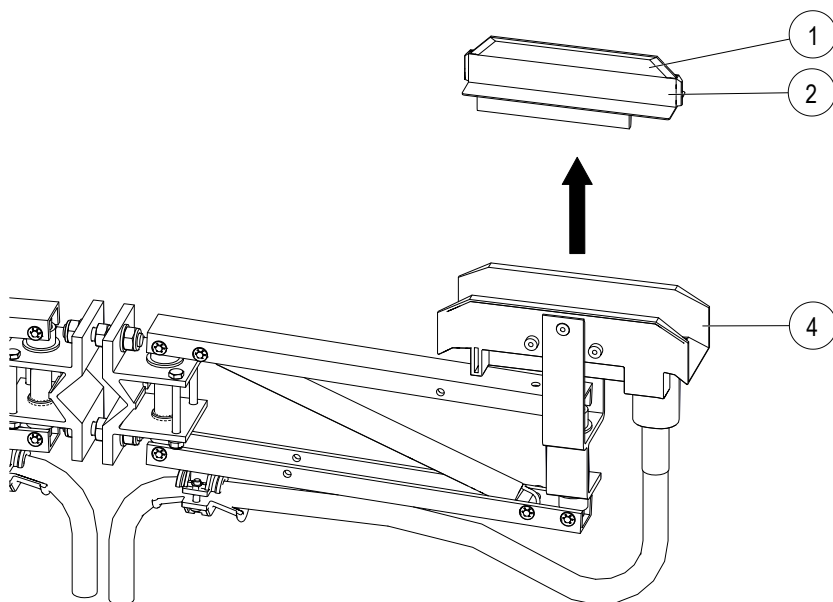
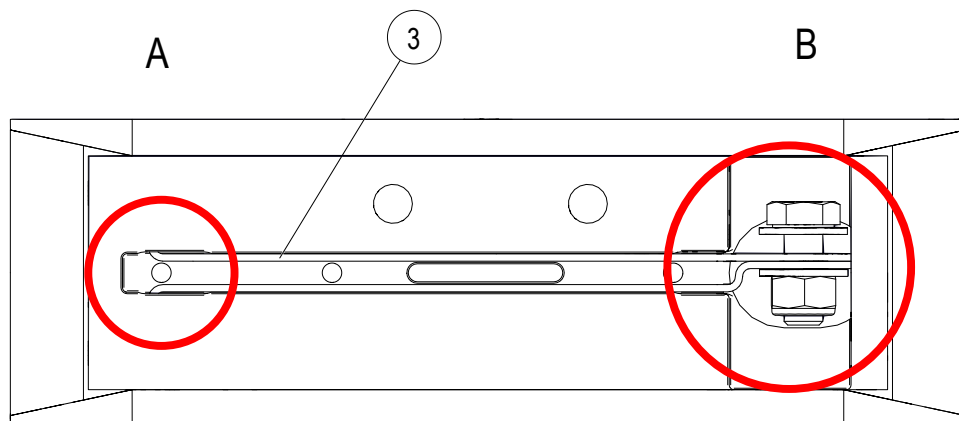
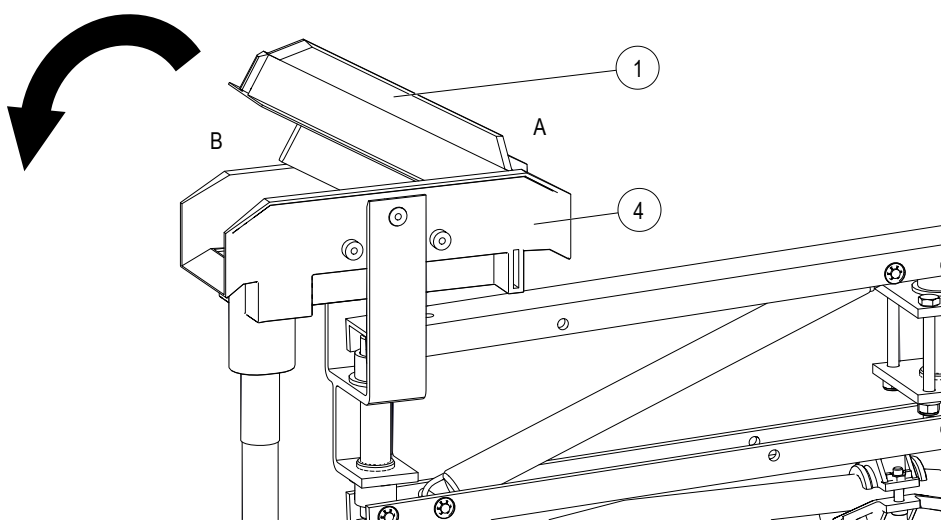

Abb. 121: Schleifkontakt (Pos. 1) und Kunststoffisolation (Pos. 2) entnehmen
Abb. 122: Weiteste Seite (A) und engste Seite (B) des Kontaktblechs (Pos. 3)
Abb. 123: Schleifkontakt-Aussparung auf Seite der Leitung
Um den Schleifkontakt (Pos. 1) zu wechseln (siehe Abb. 121), müssen folgende Arbeitsschritte ausgeführt werden:
→ Den Stromabnehmerkopf festhalten und mit einer Wasserpumpenzange den Schleifkontakt (Pos. 1) mit seiner Kunststoffisolation (Pos. 2) herausziehen. Das Herausziehen an der weiter geöffneten Seite (= Seite A in Abb. 122) des Kontaktbleches (Pos. 3) beginnen (siehe Abb. 121 und Abb. 122).
→ Den Bereich unter der Kunststoffisolation (Pos. 2) reinigen, v.a. die Kontaktfläche des Kontaktblechs (Pos. 3) (siehe Abb. 122).
→ Den neuen Schleifkontakt mit seiner Kunststoffisolation von Hand in die Schleifkontakt-Isolation (Pos. 4) einpressen (siehe Abb. 123). Hierbei an der weiter geöffneten Seite des Kontaktblechs (Seite A in Abb. 122) anfangen und danach unter Drehen den Schleifkontakt vollständig einsetzen. Beim Einpressen dürfen keine Hilfsmittel (wie z.B. Hammer) verwendet werden, da dies die Schleifflächen des Schleifkontakts beschädigen kann. Folgendes ist beim Einsetzen zu beachten:
- Die Schleifkontakt-Aussparung (Pos. 1) muss auf der Seite der Leitung (Seite B) sitzen (siehe Abb. 123).